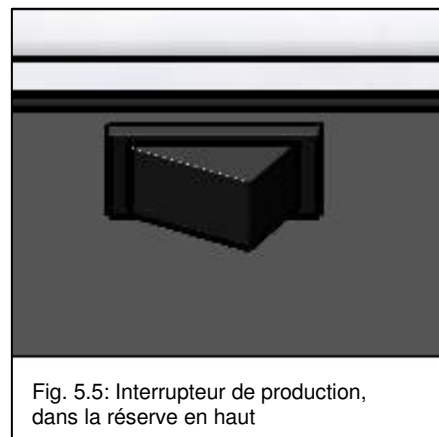

Fig. 5.5: Interrupteur de production, dans la réserve en haut
5.2.7 Remonter la plaque frontale en veillant à ce que l'interrupteur de production (voir Fig. 5.5) appuyer à droite.